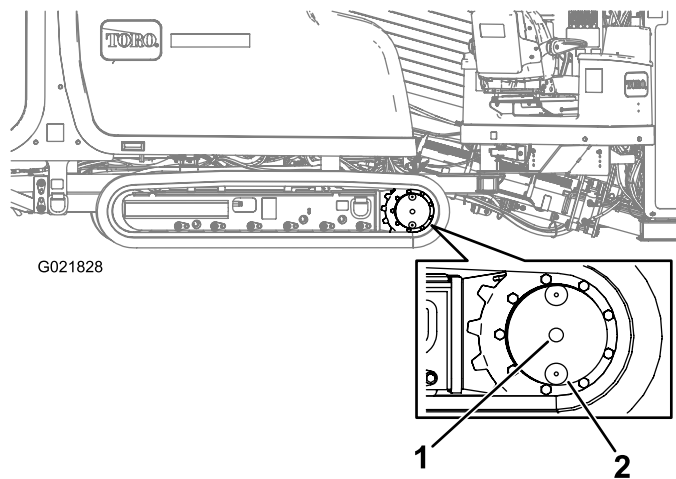

Рисунок 100
2. Очистите поверхность вокруг контрольной пробки уровня масла с помощью очищающего растворителя (Рисунок 100).
3. Отверните контрольную пробку уровня масла (Рисунок 100).
2. Очистите поверхность вокруг контрольной пробки уровня масла (Рисунок 100).
3. Поверните планетарный редуктор так, чтобы пробка маслосливного отверстия находилась прямо под контрольной пробкой уровня масла (Рисунок 100).